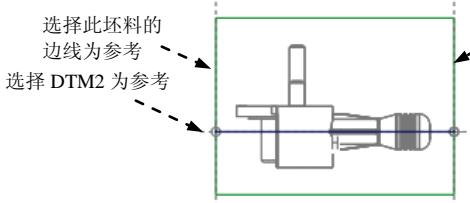
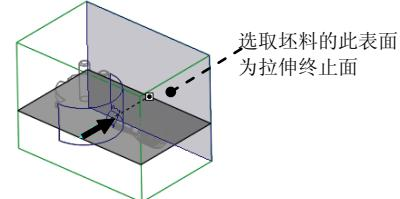

图 10.14 截面草图
图 10.15 选取拉伸终止面
(4) 绘制截面草图。
① 选取图 10.14 所示的坯料的边线为草绘参考。
② 在模型树中选择 → **层树 (L)** 命令，然后依次单击 DATUM → 在 HANDLE-BODY_MOLD_REF.PRT 中 → DTM2:F1 (外部合并) 为草绘参考。
③ 选取图 10.14 所示的边线为草绘参考，然后在“参考”对话框中单击 **关闭 (C)** 按钮，绘制图 10.14 所示的截面草图（截面草图为一条线段）；完成截面的绘制后，单击“草绘”操控板中的“确定”按钮 。
(5) 设置深度选项。
① 在操控板中选取深度类型 (到选定的)。
② 将模型调整到图 10.15 所示的视图方位，选取图中所示的坯料表面为拉伸终止面。
③ 在操控板中单击 按钮，完成特征的创建。在模型树中选择 → 模型树 命令。